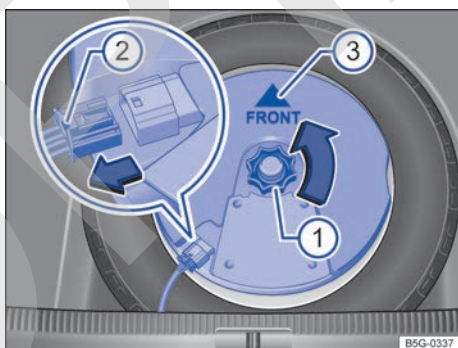

Fig. 148 En el maletero: desmontar el subwoofer (variante 2).
- Desenrosque la ruedecilla → fig. 148 ① en el sentido contrario al de las agujas del reloj (flecha).
- Para desbloquear el conector, presione el bloqueo que hay en el extremo del conector ②.
- Coloque el subwoofer en la base de la llanta con cuidado. Al hacerlo, la punta de la flecha "FRONT" → fig. 148 ③ que hay en el subwoofer deberá señalar hacia delante.
- Acople el conector hasta que el bloqueo ② encastre de forma audible.
- Enrosque la ruedecilla ① en el tornillo prisionero en el sentido de las agujas del reloj hasta que el subwoofer quede bien fijado.